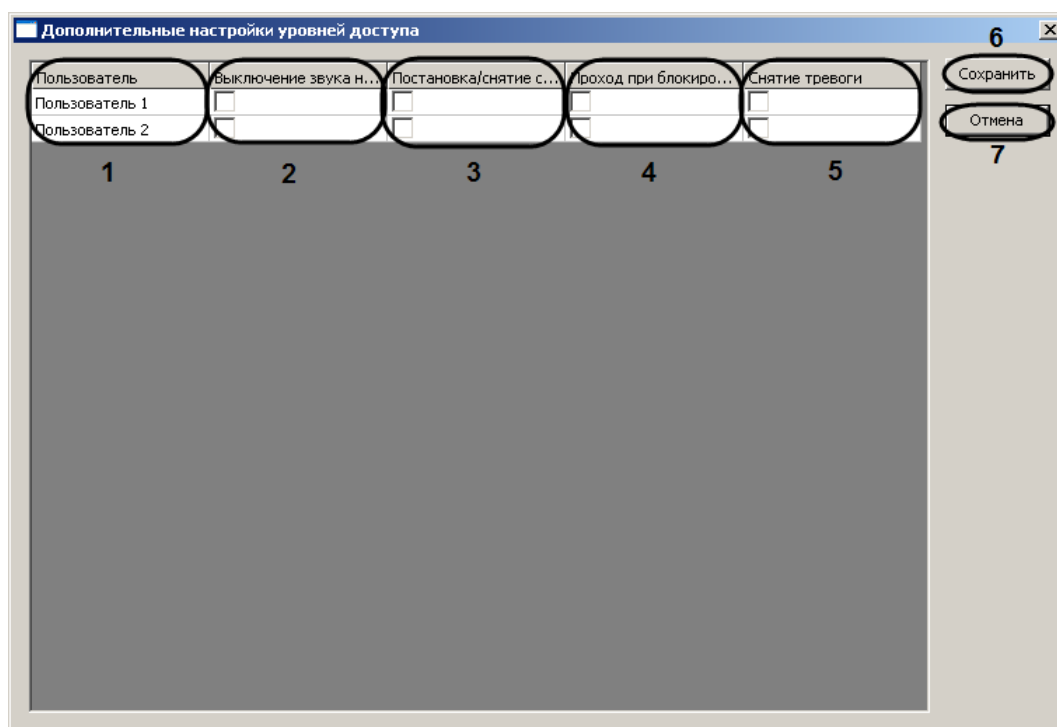

Рис. 3.4—8 Настройка привилегий пользователей
4. В столбце **Пользователь** отображается список пользователей, зарегистрированных на Сервере *Интеллект* (см. Рис. 3.4—8, 1).